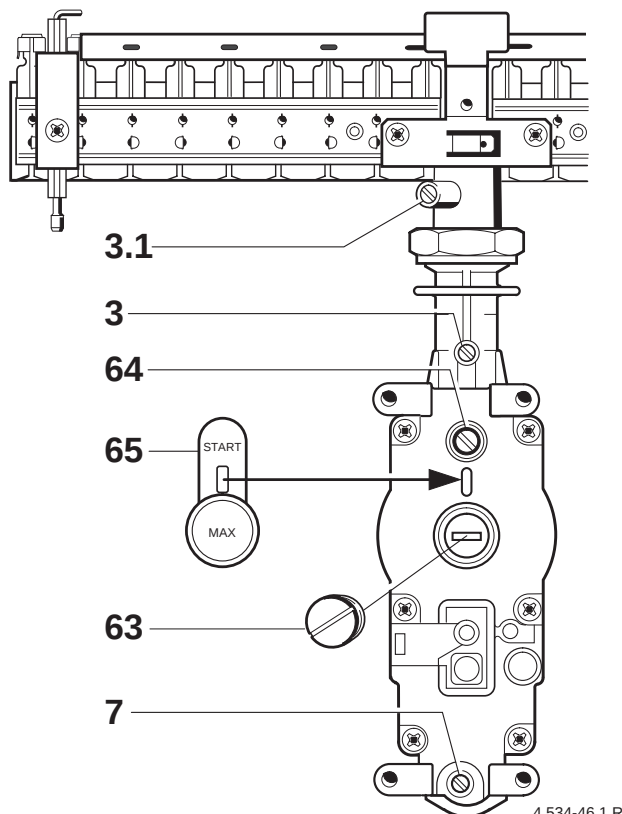

Fig. 48 Gruppo gas CE 426 per gas metano e gas liquido
- Rimuovere il sigillo 65 (fig. 48).